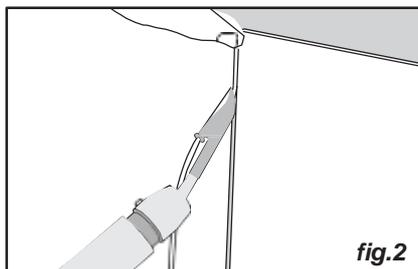

fig. 2
- Colocar a junta de cima para baixo, mantendo a pressão sobre o ponto de partida com um dedo (fig. 2).